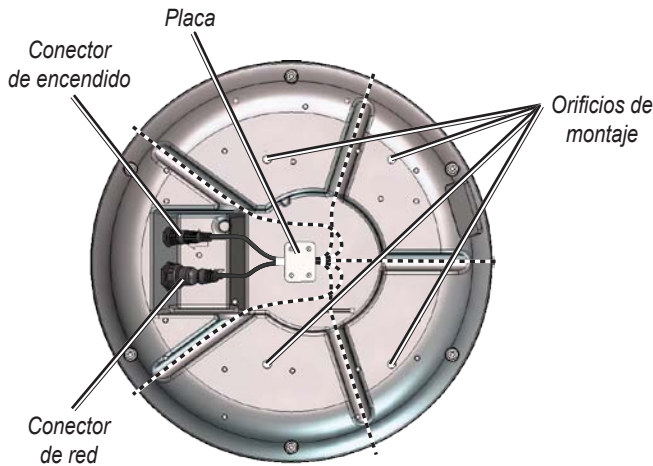
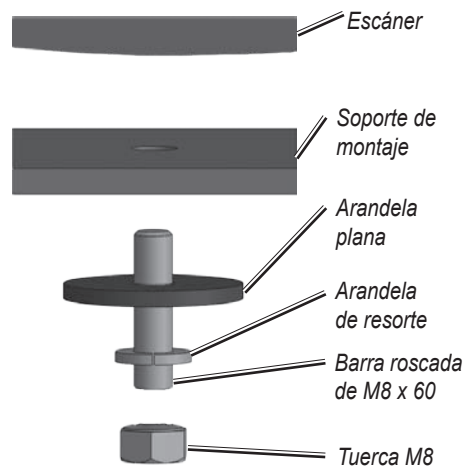

Ilustración 2
Ilustración 3
- Alinee la muesca y el anillo de fijación del cable de alimentación con el conector de alimentación. Conecte el cable de alimentación de 2 bornes al conector de alimentación y el cable marino de red RJ-45 a la toma RJ-45 (Ilustración 2). Gire el anillo de fijación del cable de alimentación en el sentido de las agujas del reloj hasta que se pare. Apriete el anillo de fijación RJ-45 en el sentido de las agujas del reloj hasta que esté perfectamente sellado.
- El cable de alimentación y de red se puede introducir en una de las cinco ranuras de guía de la parte inferior de la carcasa de la cúpula de radar y se puede asegurar debajo de la placa de sujeción del cable (Ilustración 2). Evite doblar o girar los cables en exceso. Para obtener más información, consulte la sección "Recorridos de cable".
- Instale las cuatro (4) barras roscadas M8 x 1,25 x 60 en los orificios de montaje de la parte inferior de la cúpula de radar. Una vez instaladas correctamente, no deben sobresalir más de 50 mm ± 1 mm (2 pulg.) de la cúpula de radar.
- Fije la cúpula de radar a la superficie de montaje mediante las barras roscadas M8 1,25 x 60 (instaladas en el paso anterior), las arandelas de resorte, las arandelas planas y las tuercas hexagonales M8 (como se muestra en la Ilustración 3). **Las tuercas se deben enroscar entre 13,7-18,6 Newton-metros (10-14 libras-pies).**